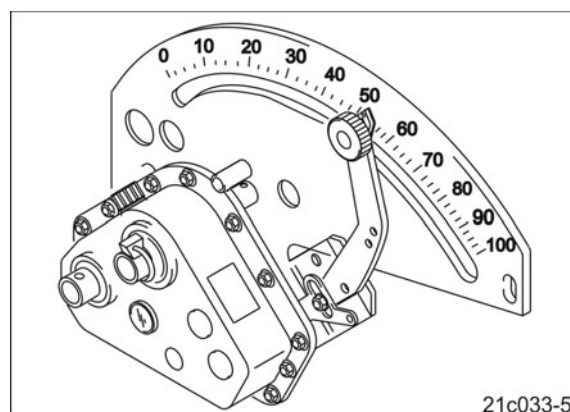

Fig. 217
5. Înjumătățiți cantitatea de însămânțat. Ajustați corespunzător pârghia poziției transmisiei (Fig. 217/1).